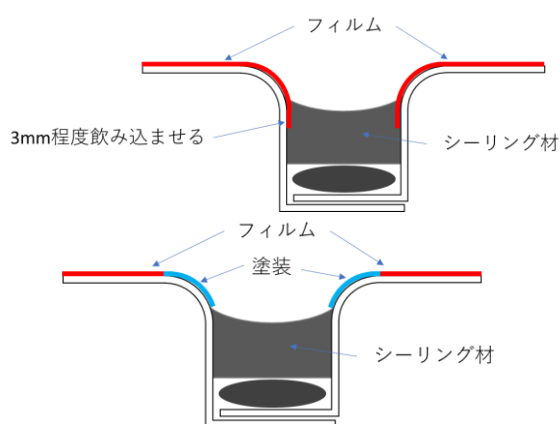

図 2.4.7.1 納め方例
- 止水はパネルとシーリング材によって行います。そのため、フィルムのカット位置はパネルトップとバックアップ材のトップの中心程度を目安にカットするようにお願いいたします。納め方の例は図 2.4.7.1 をご参照ください。